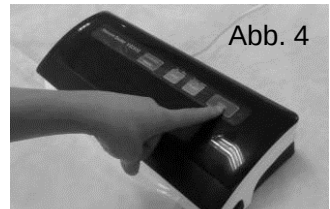

Abb. 4
5. Drücken Sie die Taste „Schweißen“, um den Rand des Beutels zu verschweißen (**Abb. 4**).